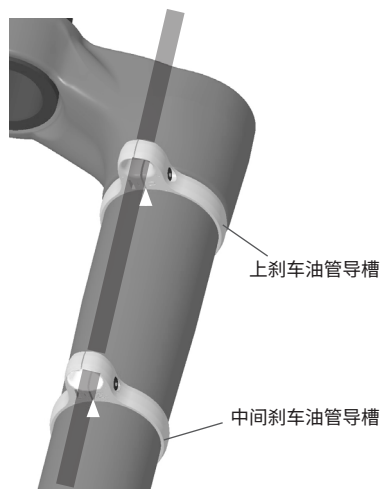

图 7: 刹车油管导槽的定位
4. 调整中间油管和上油管导槽位置, 使其底部开槽与前叉激光刻印箭头对齐(图 7 白色箭头示意)。使用 2.5 mm 六角钻头和扭矩扳手将螺钉拧紧至 $0.9 \text{ N}\cdot\text{m}$ (8 in-lb)。